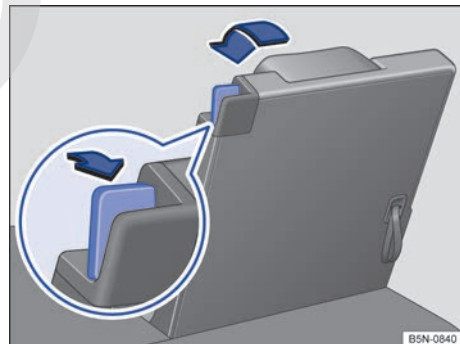

Fig. 93 Tercera fila de asientos: colocar el asiento en posición de piso de carga.
- Retire los objetos que se encuentren en la zona reposapiés delante y detrás del asiento → ①.
- Tire de la palanca de desbloqueo → **fig. 93** completamente hacia atrás para desbloquear el respaldo del asiento.
- Tire del lazo situado en el respaldo del asiento → **fig. 93** para levantar el respaldo. **O BIEN:** levante el respaldo del asiento con la mano desde el habitáculo.
- La marca roja de la palanca de desbloqueo → **fig. 93** ya no deberá verse.
- Una marca roja en la palanca de desbloqueo → fig. 93 indica que el respaldo no está encastrado. Si el respaldo está bien encastrado, la señal no se ve.